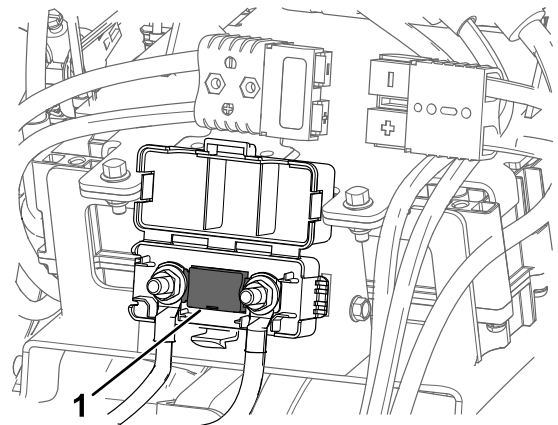

Figura 33
6. Localize o fusível e substitua-o (Figura 33).